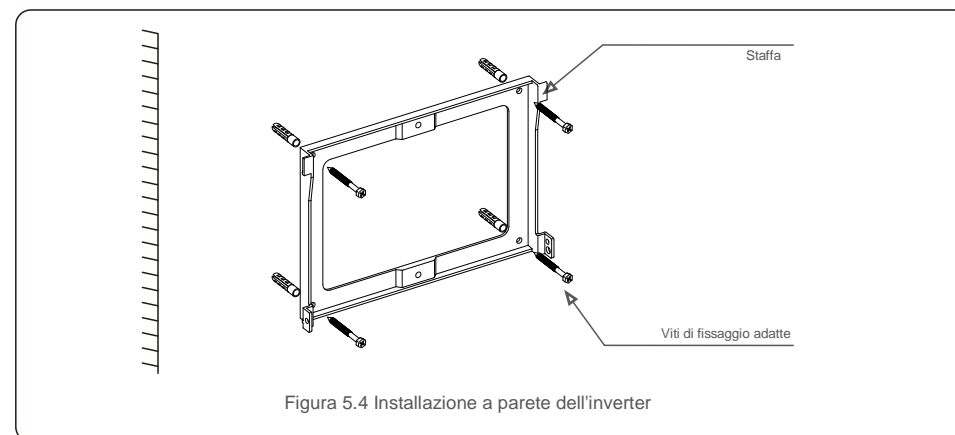
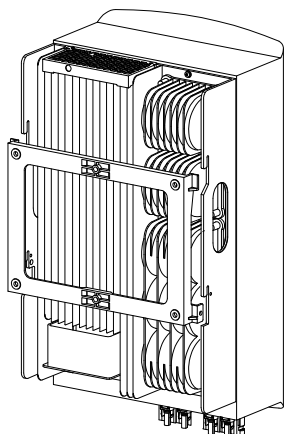

Figura 5.4 Installazione a parete dell'inverter
Figura 5.5 Installazione dell'inverter
Fare riferimento alla figura 5.4 e alla figura 5.5. L'inverter deve essere installato in posizione verticale. Di seguito sono elencati i passaggi per l'installazione dell'inverter.
1. Come illustrato in Figura 5.4, i fori per i bulloni a espansione in base al diametro del foro della staffa (ST6.3 \* 60 viti autofilettanti a testa esagonale a croce, HJ0108 10\*50 mm tasselli tubolari a espansione), realizzati con il trapano a percussione da 10 mm, devono rimanere perpendicolari alla parete e risultare perpendicolari alla parete e la profondità di tutti i fori deve essere di 60 mm.
2. Assicurarsi che la staffa sia in posizione orizzontale e che i fori di installazione (illustrati in figura 5.4) siano contrassegnati correttamente. Praticare i fori nel muro in corrispondenza dei segni.